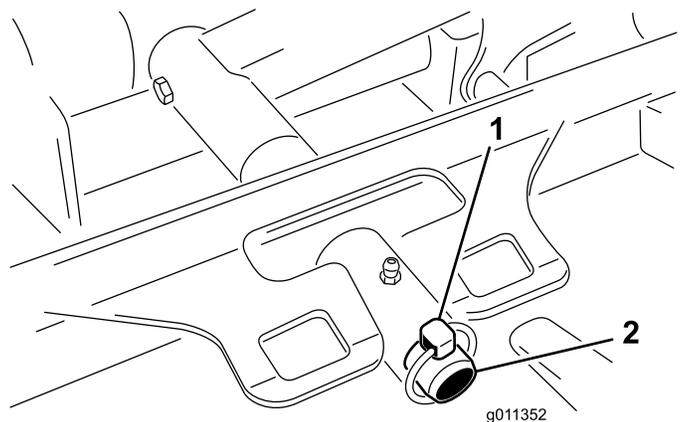

Figura 56
3. Retire el pasador de seguridad o la tuerca de retención (GM 4700 solamente) que sujeta el bastidor de tiro de la carcasa a la barra de giro del brazo de elevación (Figura 56).
3. Deslice el bastidor de tiro de la carcasa sobre el pasador de giro del brazo de elevación. Sujételo con un pasador de seguridad o una tuerca de retención (GM 4700 solamente) (Figura 56).